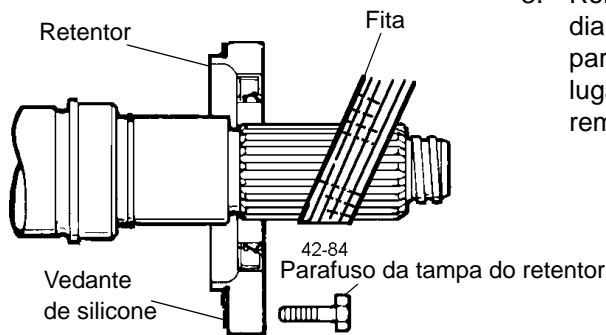
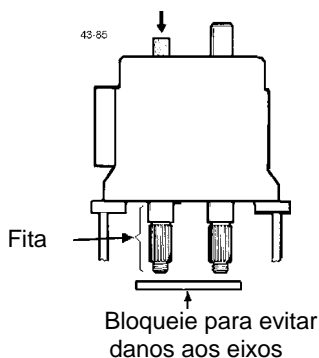

Figura 71 - Remova os retentores dos rolamentos
Figura 73 - Pressione os eixos da caixa de engrenagens
NOTA: Proteja a terminal úmido dos eixos ao envolvê-los com fita. Vide Figura 71 e Figura 73.
3. Remova os parafusos dos retentores dos rolamentos dianteiros e puxe os retentores dos rolamentos (Figura 71) para fora. Se um retentor estiver emperrado, deixe-o no lugar; ele será pressionado para fora quando o eixo for removido.
5. Coloque a caixa de engrenagens em uma prensa manual com o terminal úmido voltado para baixo. Proteja as extremidades dos eixos com um bloco de madeira ou de plástico (Figura 73) e pressione os eixos para fora da caixa de engrenagens. Veja a Tabela 8, "Prensa hidráulica exigida (tons)," na página 48.